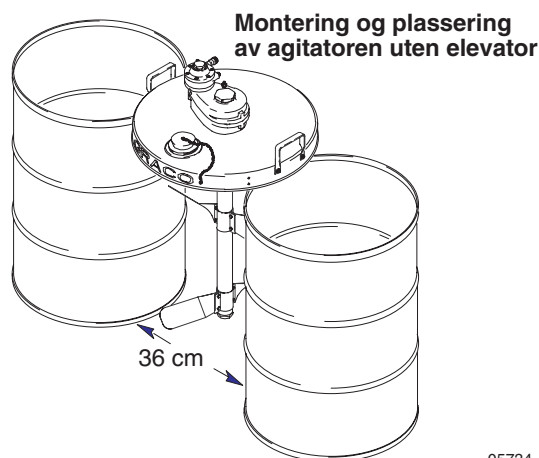

Fig. 2
Plasser to standard 208 liter tønner omtrent 36 cm fra hverandre, og sentrer tønnelokket over tønnene med Graco-logoen sentrert og vendt mot deg, slik som vist i fig. 2. Fortsett til trinn 1 i **Med eller uten elevator**.
1. Skyv agitatorakslingen gjennom et stort hull i midten av tønnelokket (29).
2. Drei agitatorene slik at luftmotoren befinner seg til venstre for akslingen, som vist i fig. 2, som innrettes over de tre gjengede hullene i bunnen av agitatorene med de tre hullene i tønnelokket.
3. Skru de tre sekskanthodeskruene (25) opp gjennom tønnelokket og inn i agitatorene, og trekk til med moment 8,4 N.m.
4. Monter et par agitatorblader (28) slik at de fire gjennomgående hullene i bladhalvdelene er innrettet (se **Deletegning** for orientering av bladene).
5. Trykk de fire skruene (31) gjennom de fire hullene i bladerne, og skru låsemutrene (32) på skruene.
7. Trekk til de fire låsemutrene (32) jevnt for å trekke sammen bladene, til de sitter godt på akslingen. Trekk til låsemutrene med 5,6 til 6,2 N.m. Det vil stå igjen et gap mellom bladhalvdelene.
9. Plasser den andre bladenheten nær bunnen av akslingen, men ikke på bunnpluggen (20).
10. Drei den nedre bladenheten slik at den er orientert 90 grader i forhold til den øvre bladenheten, og trekk til låsemutrene med moment (32) 5,6 til 6,2 N.m. Det vil være et gap mellom de to bladhalvdelene.